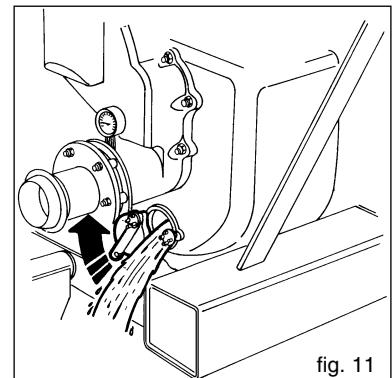

fig. 11
Non lasciare il corpo pompa pieno di liquido. Svuotarlo attraverso la portina (fig.11).
- Svuotare il corpo pompa dal liquido pompato attraverso la portina di scarico (fig. 11).